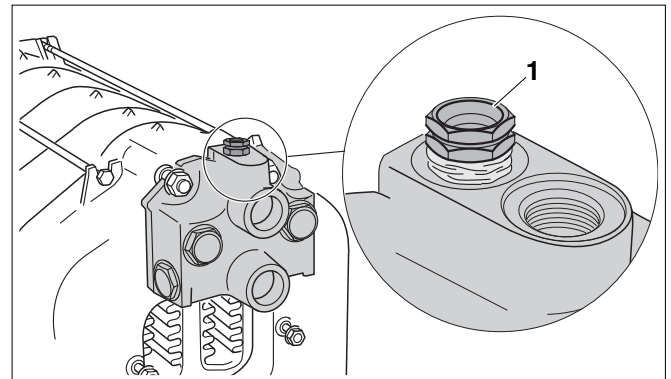

Рис. 22 Установка гильзы для датчиков
- Заглушить подающую и обратную линии (воздушник установить на фитинге Rp  $\frac{3}{4}$ ) (→ рис. 22).